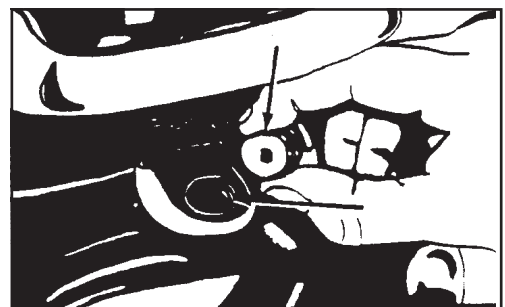

Figura 11
1. Para limpiar la abertura de ventilación del centro del enchufe, retire el enchufe de la máquina. Con el enchufe retirado, inspeccione también la grasa de la caja de engranajes. Consulte la figura 11.